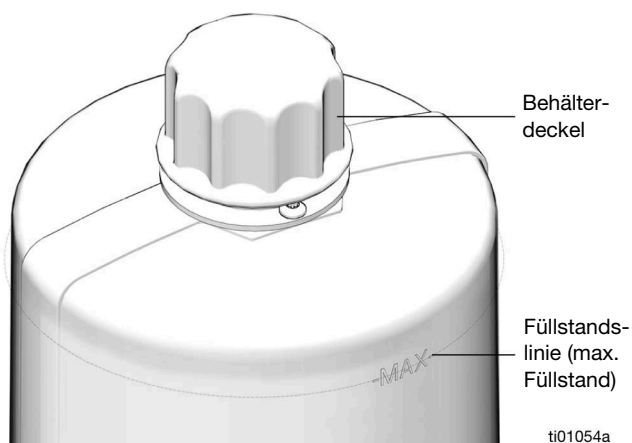

ABB. 22
- Nicht überfüllen (ABB. 22).
1. Einfülldeckel abnehmen (Z) (ABB. 22).
2. Befüllen Sie den Schmiermittelbehälter bis zur Füllstandslinie (max. Füllstand) mit Schmieröl (ABB. 22).
3. Fülldeckel (Z) wieder aufsetzen. Tankdeckel von Hand festziehen.